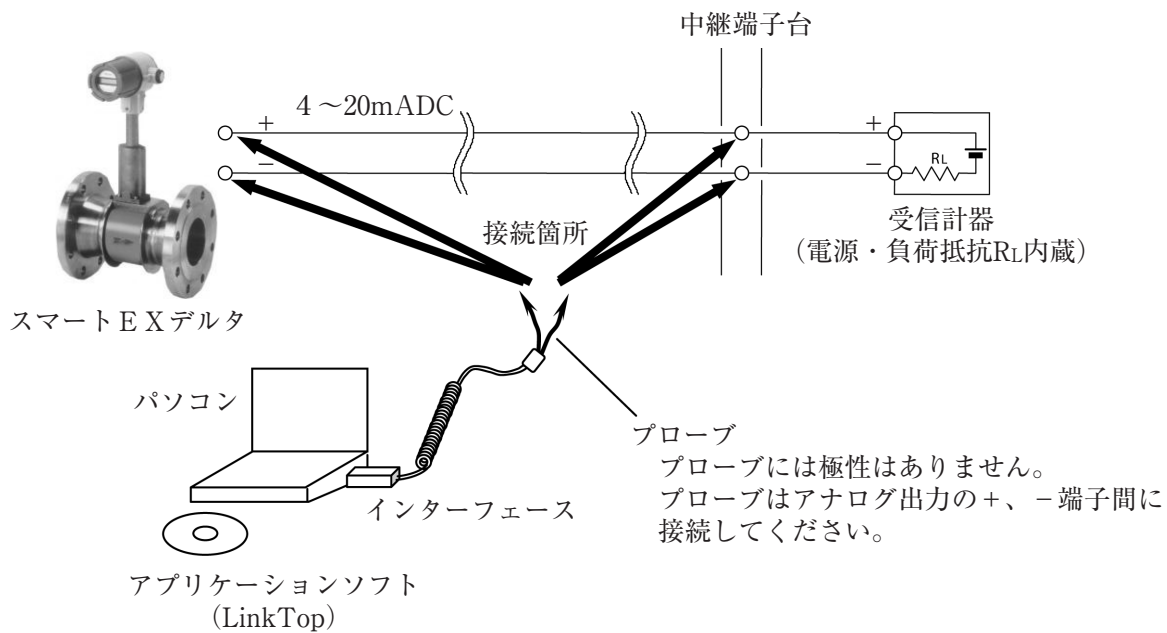

図2
機器の接続は図2のようになります。
(注) 図2中、パソコンはお客様にて準備していただきます。
- ① 流量計変換器、インターフェース、「LinkTop」をインストール済みのパソコンを図2のように接続します。
- ② パソコンの画面左下の「スタート」から「プログラム」の中のLinkTop for EX\_DELTA(J)をクリックし、アプリケーションを立ち上げます。
- ③ 画面上部メニューの「File(F)」の中の「ポートの設定(I) Ctrl+I」をクリックします。